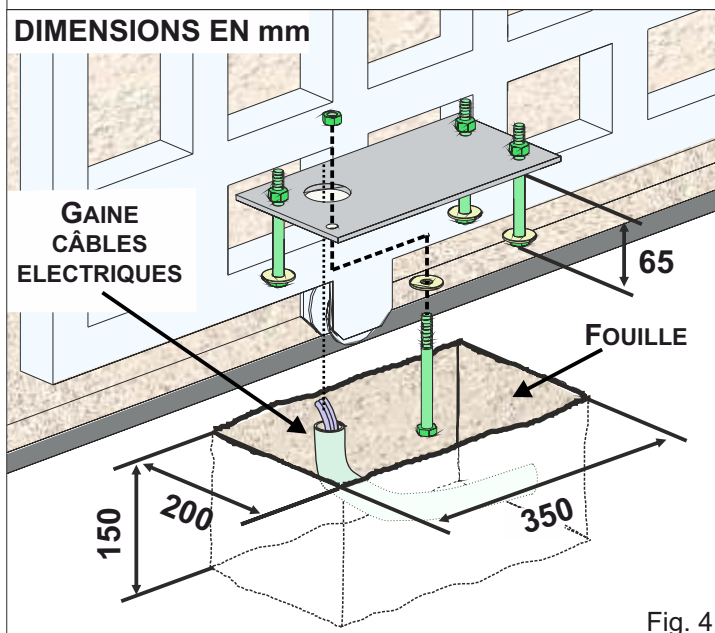

Fig. 4
2.1. Selon les mesures indiquées sur la Fig. 4, préparez un emplacement de béton à l'intérieur duquel la plaque de fondation sera murée, à l'aide des boulons d'ancrage